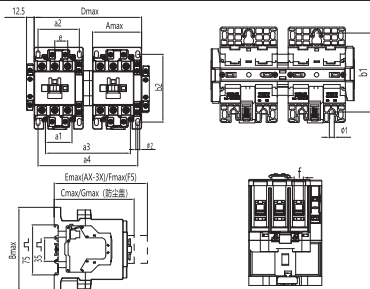

图2 NXCF-40/(N) ~ 100/(N)系列交流接触器外形与安装尺寸
2.2 NXCF-40/(N) ~ 100/(N)系列交流接触器安装尺寸与外形尺寸, 见图2及表4, 产品接线能力见表5, 型号规格重量见箱贴。